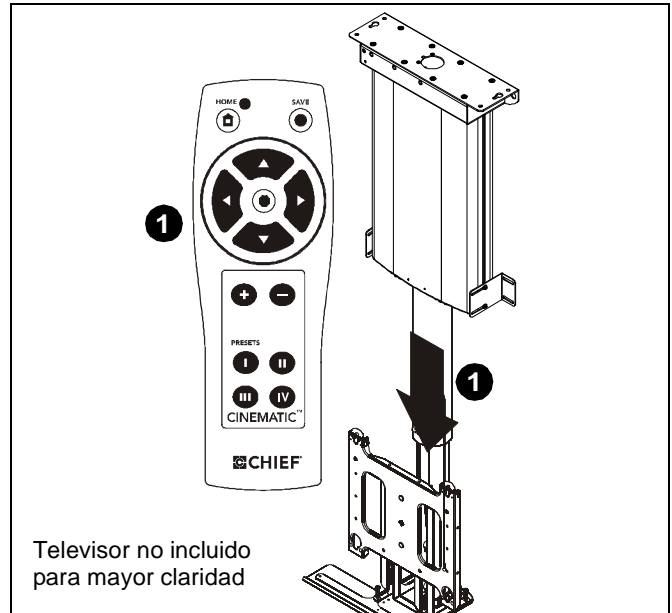

Figura 23
3. Si la medida tomada en el paso 1 es superior al espesor de la cubierta inferior que instalará, baje el televisor con el control remoto hasta que pueda accederse a las tuercas de seguridad que sujetan los soportes de ajuste derecho e izquierdo de la cubierta inferior. (Consulte la Figura 23).